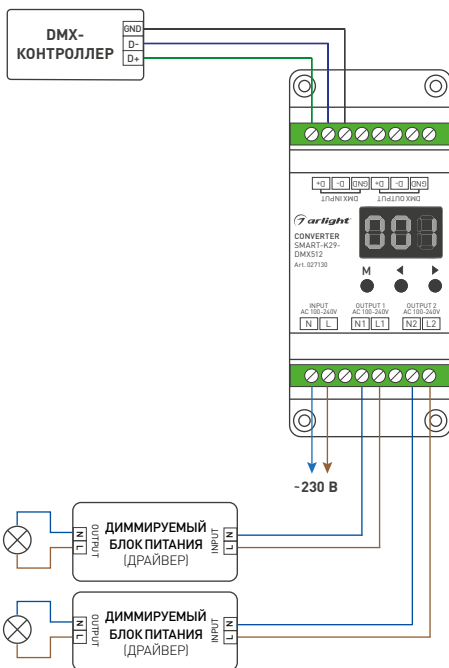

Рисунок 1. Подключение конвертера SMART-K29-DMX
- Подключите конвертер согласно схеме (рисунок 1).